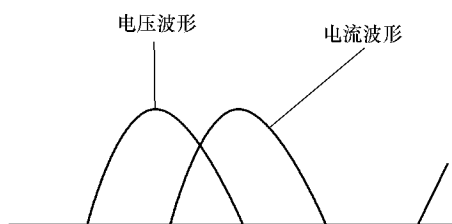
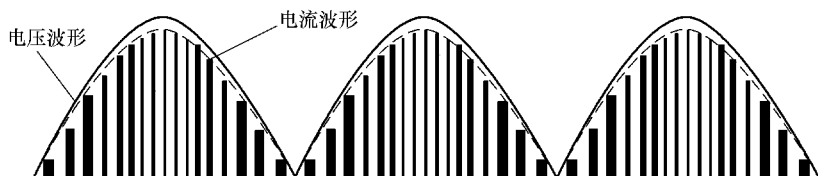

图 4-4 PFC 电路之前的电压、电流波形
图 4-5 斩波之后电压、电流波形
PFC 电路的核心元器件为 UF901，该集成电路是典型的有源 PFC 芯片，它既具有相位校正功能，又同时具有 OCP/OVP/OTP 三种保护功能。图中 RF926 为过零检测电阻。UF901③脚为电压电流相位校正脚，⑦脚为输出到斩波管的激励脉冲，经过快速放电电路 DF903、RF920 驱动 QF902 工作，RF905 是限制 QF902 栅—源极初始充电的限流电阻。工作过程如下：在激励脉冲上升沿；DF903 截止，激励脉冲经 RF905 对栅—源充电，形成栅—源电场，斩波管迅速导通。在激励脉冲平顶持续时间，由于电场的持续导通维持，此时导通呈阻性。在激励脉冲下降沿，通过 DF903 导通快速放电，斩波管快速关断，完成一个斩波周期。通过斩波后的电流与电压相位基本一致方波电压，该电压经二极管 DF902 整流、CF903、CF916 滤波后，输出 380V 的直流电压（PFC 电压）供后级开关电源使用。图 4-4 所示为 PFC 电路之前的电压、电流波形，图 4-5 所示为斩波之后电压、电流波形。